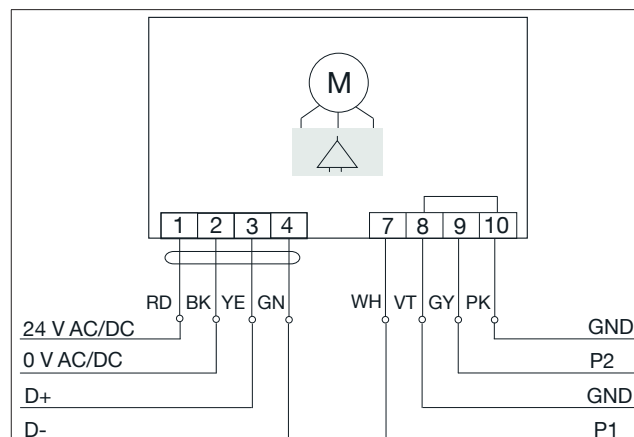

Fig. 4 : Schéma de raccordement
2. Raccorder les lignes de donnée pour le Modbus et, si nécessaire, les lignes pour les entrées universelles selon l'affectation sur la Fig. 4 en page 11.
3. Raccorder les lignes pour l'alimentation électrique selon l'affectation sur la Fig. 4 en page 11.